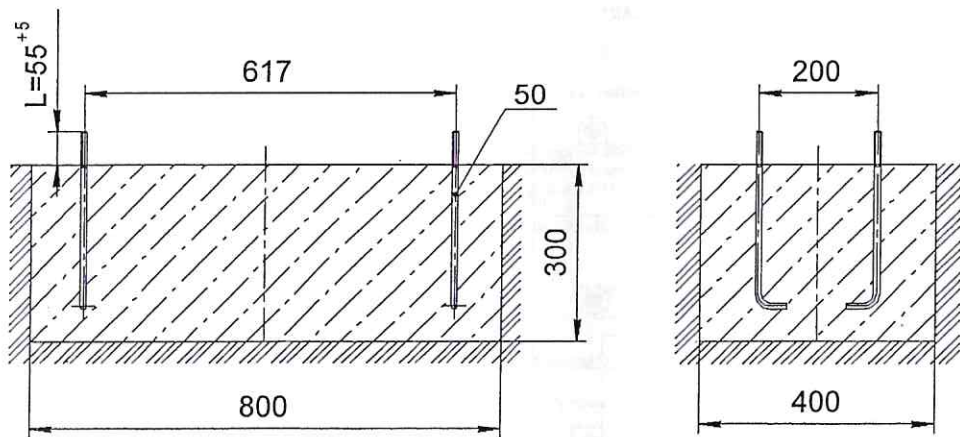

Рис.3
- Установить в приямок болты анкерные (поз.50) по размерам на рис.3. Произвести заливку приямка бетоном. Поверхность бетона выровнять горизонтально по уровню.